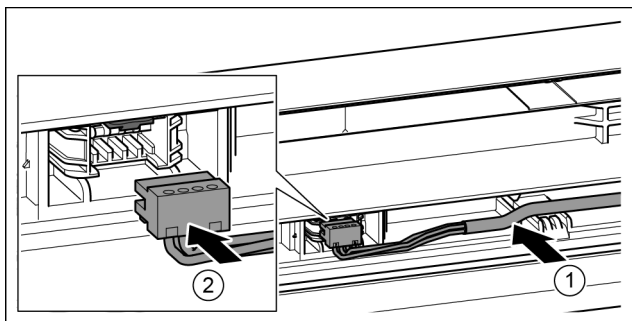

Fig. 43
- ▶ Šedý kabel vložte do vedení v horních dvířkách. *Fig. 43 (1)*
- ▶ Zaklapněte zástrčku. *Fig. 43 (2)*